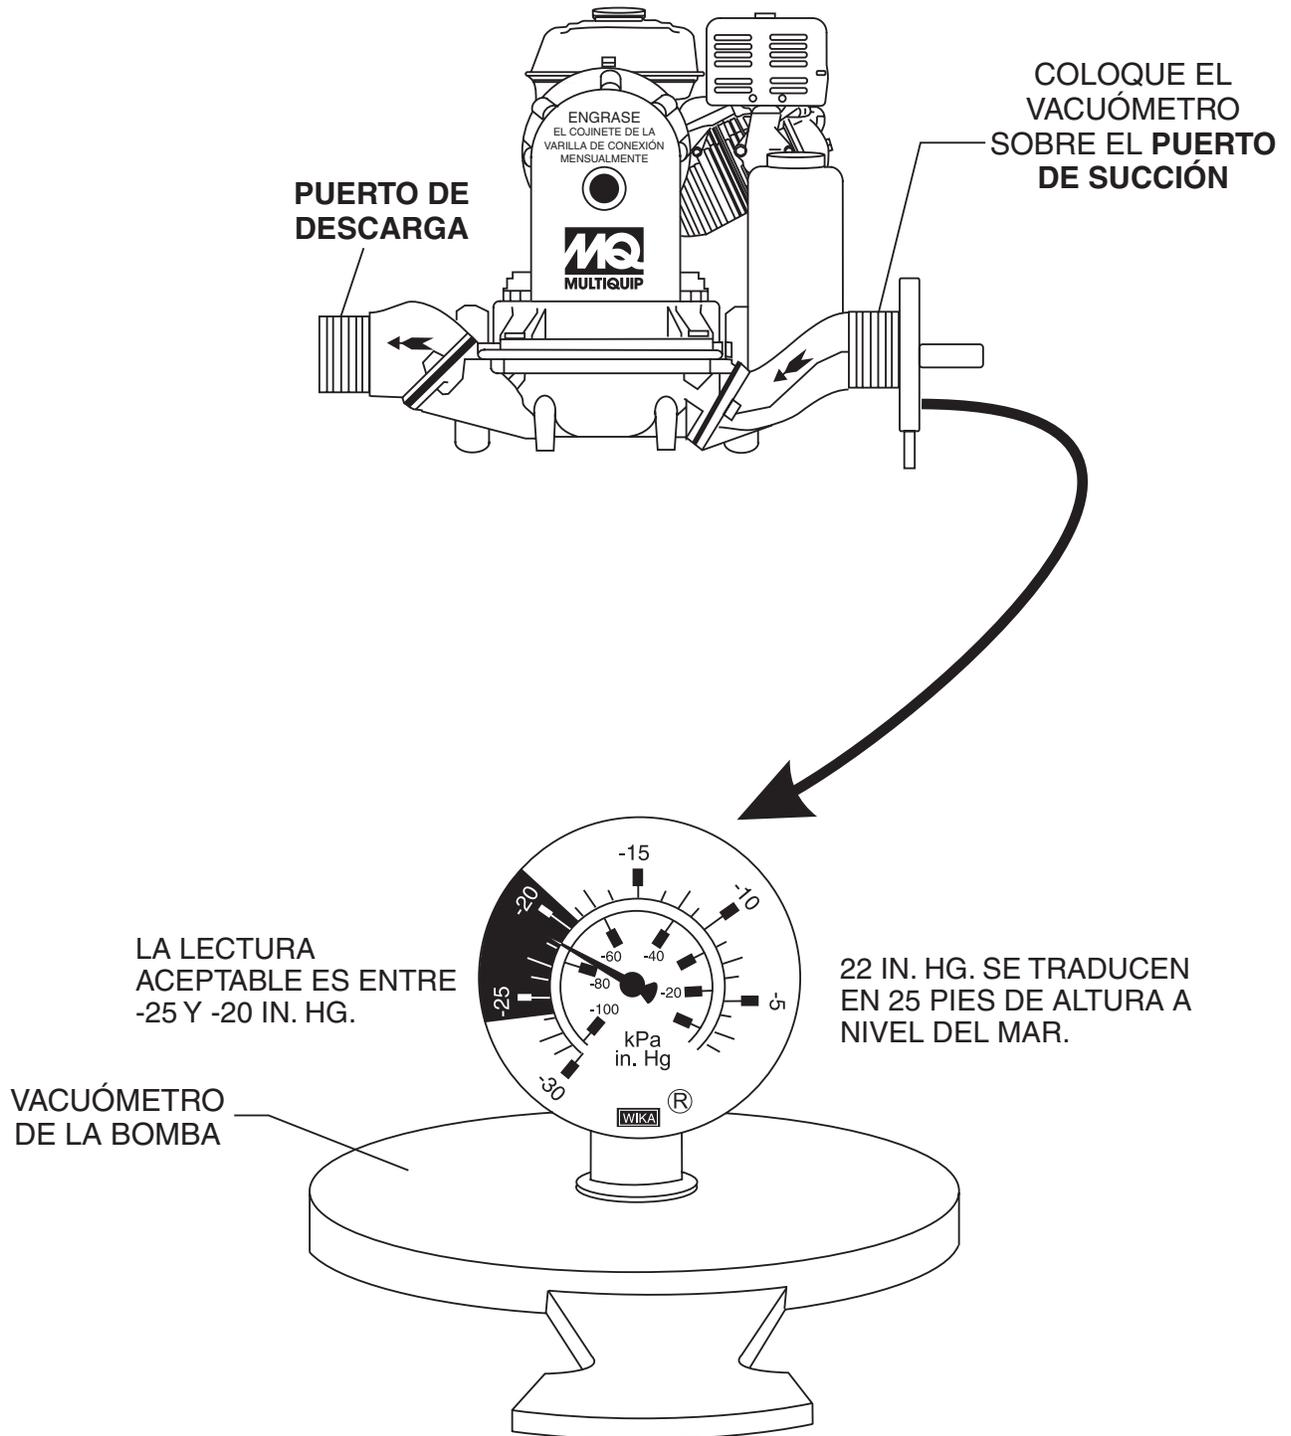

Figura 21. VACUÓMETRO DE LA BOMBA
2. Asegúrese de que no haya fugas de aire entre el vacuómetro y el puerto de entrada de la bomba (Figura 21). Si hay fugas, vuelva a instalar el vacuómetro.